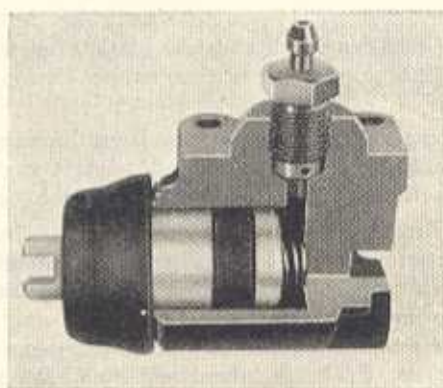

Bild F 89. Schnitt eines Radbremszylinders (Vorderrad)
4. Der Einbau erfolgt in umgekehrter Reihenfolge des Ausbaues. Das Auswechseln der Manschetten, sowohl der vorderen als auch der hinteren Radbremszylinder, ist möglich, ohne den jeweiligen Radbremszylinder vom Halteblech zu lösen. Bei den zum Einbau kommenden Manschetten (vorn 26,98 mm Dmr., bei Bm 312 und 25,4 mm bei Bm. 353, hinten 25,4 mm Dmr. bei beiden Baumustern) ist vor allem auf einwandfreie Dichtlippen zu achten. Sie müssen vollkommen glatt und rißfrei sein (Bild F 89).